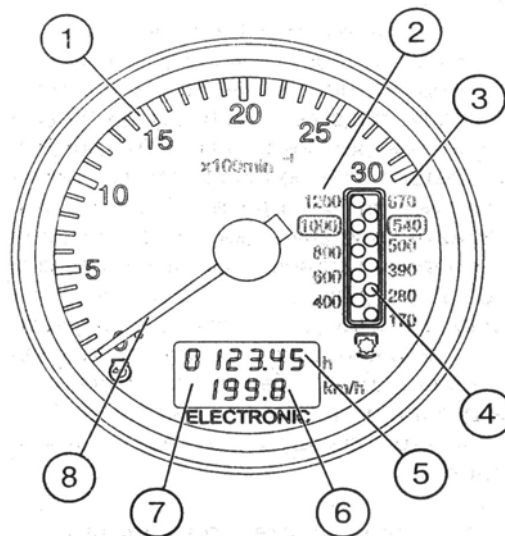

Рис. 1. Тахоспидометр (P1):
1.1 Тахоспидометр AP70.3813 (рис. 1)